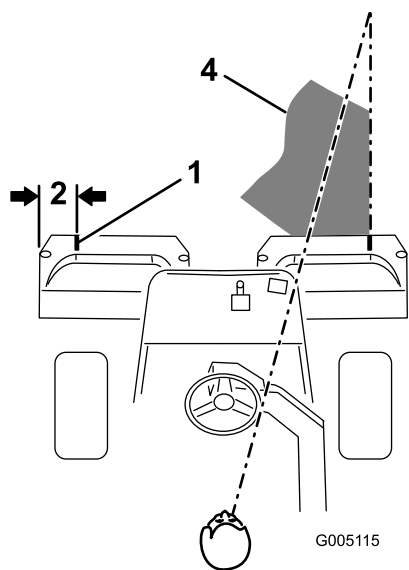
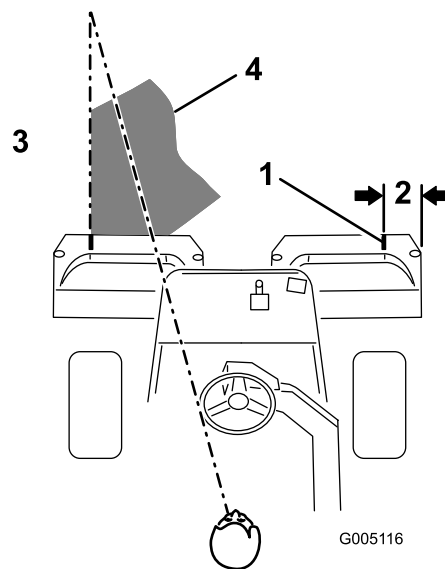

图30
图31
2. 在每个斗的外沿并行粘一个白色胶带或画一条线 (图30)。
3. 掉头回来的下一道、请与前一道保持最小的交叠量。为了保持以直线方式穿过果岭并使得机器与此前剪草的边缘保持相等距离请在机器前到果岭未剪部分的边缘虚构一条长约 1.83m 的视线图30和图31。有人发现、将方向盘的外缘看作视线的一部分非常有用即让方向盘边缘对准与机器前面始终保持等距的某个点图30和图31。